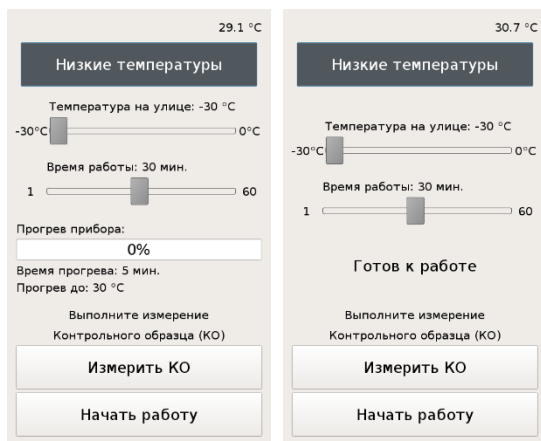

Рисунок 3 Окно настроек для работы при отрицательных температурах
- с помощью перемещения ползунков на экране, выбрать примерную температуру на улице и планируемое время измерений (Рисунок 3);